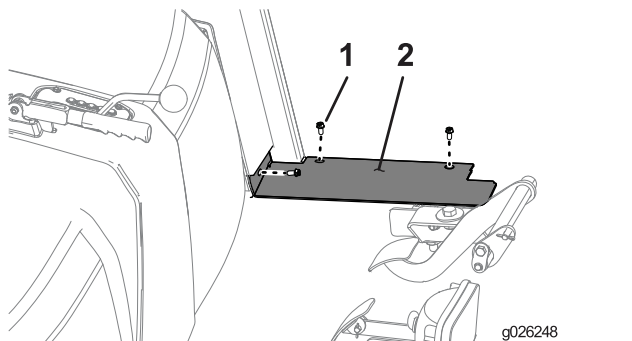

図 45
- 機体の左右それぞれの側にフロアプレートパネルを取り付けるボルト 1/4" 3本を使い、図 45に示すように取り付ける。